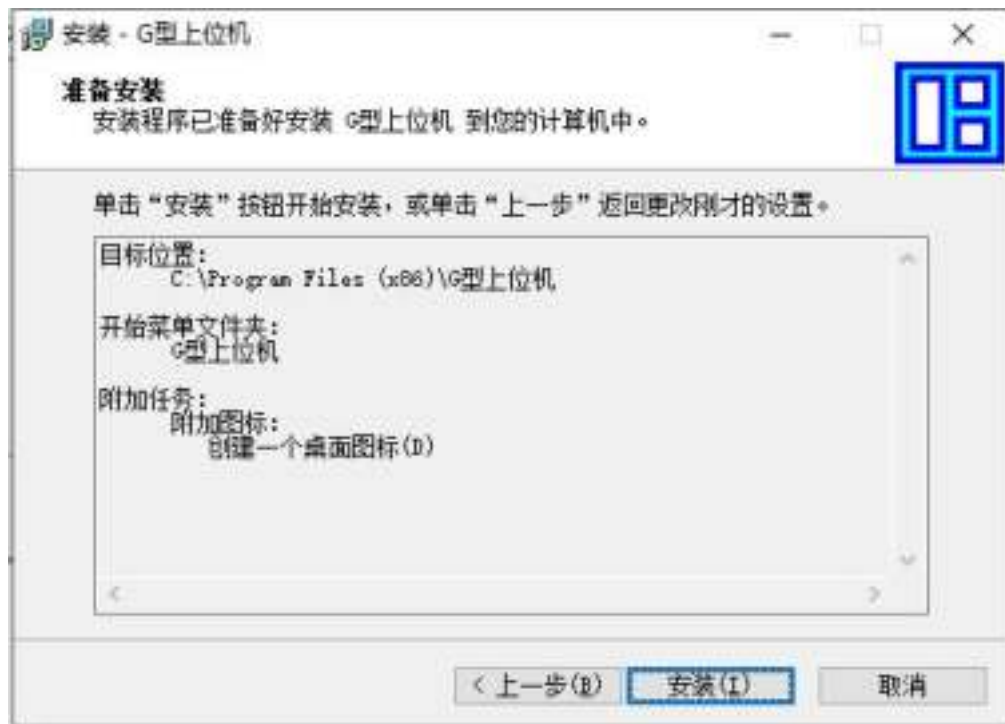

图 1-5
6、在弹出的准备安装界面中，继续点击“安装” 如图 1-5；